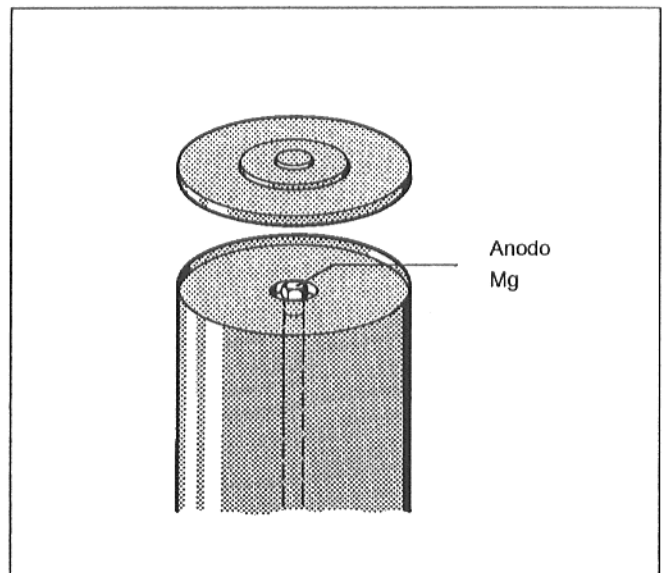
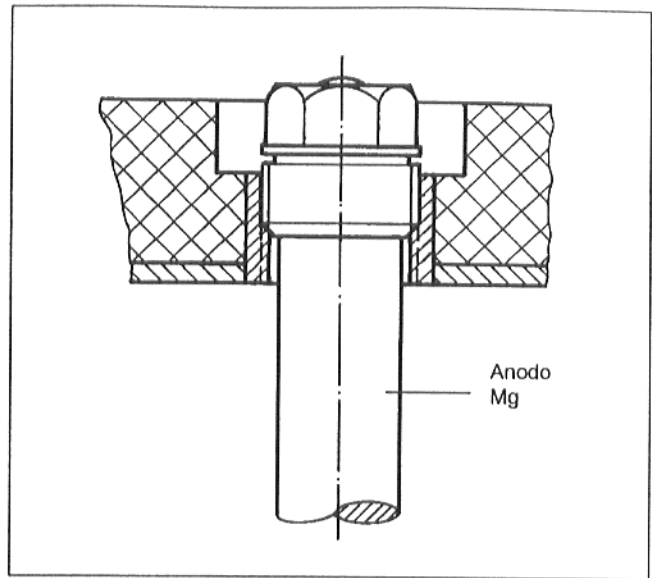
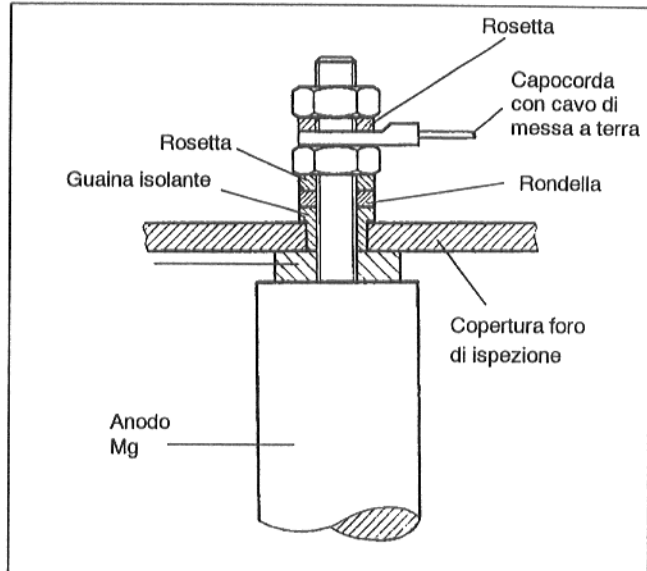

Fig. 10 - SU 160 / 200
Fig. 12 - SU 160 / 200
Fig. 13 - SU 300 (SU E 300)
- Verificare che l'anodo di magnesio sia inserito in modo tale da garantire il collegamento elettrico tra anodo e serbatoio dell'accumulatore (Fig. 10).
- Chiudere il tubo di alimentazione dell'acqua fredda, aprire lo scarico dell'accumulatore (EL). Per lo sfiato dell'aria aprire un rubinetto a maschio posto ad una altezza maggiore.
- Smontare l'anodo di Mg e verificare la riduzione dell'anodo (SU 160/200, Fig. 10 e Fig. 12).
- Ermetizzare di nuovo l'anodo di magnesio (Fig. 12 e Fig. 13)